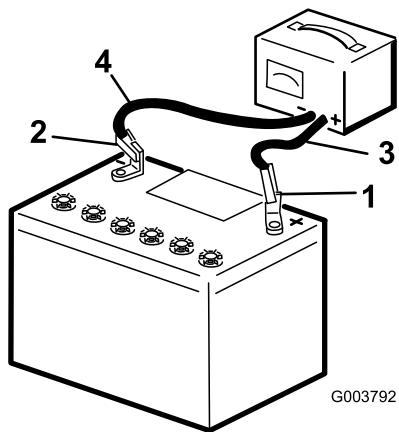

図 44
- バッテリーのプラス端子にプラスケーブルを接続する図 44。
4. バッテリーのマイナス端子にマニナスケーブルを接続する図 44。
6. 充電が終わったら、充電器のプラグをコンセントから抜いてから、充電用のリード線をバッテリー端子から外す図 44。